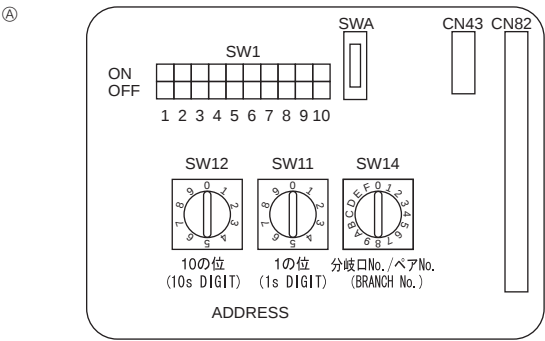

Fig. 6-4
6.5. Configuración de las direcciones (Fig. 6-4)
- ① Cómo configurar las direcciones